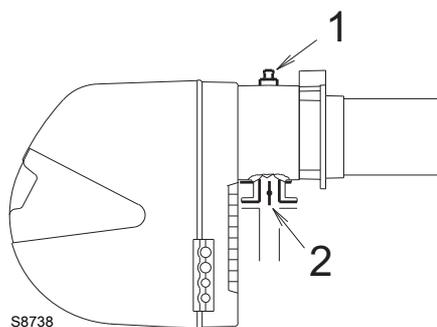

图 23
在测试点 1)(图 23) 处测量的燃气压力，其中：
燃气蝶阀 2) (图 23) 处压力损失，此时燃气蝶阀开启至最大 90°。
- 用在测试点 1 ) ( 图 23 ) 处测得的燃气压力减去炉膛压力。
计算测试点 P1)( 图 23) 处所需燃气压力，将燃烧器以最大比调出力运行：
- 读出右边栏 1 所示测试点 1)( 图 23) 处压力。
测试点 1)( 图 23) 所需的压力。